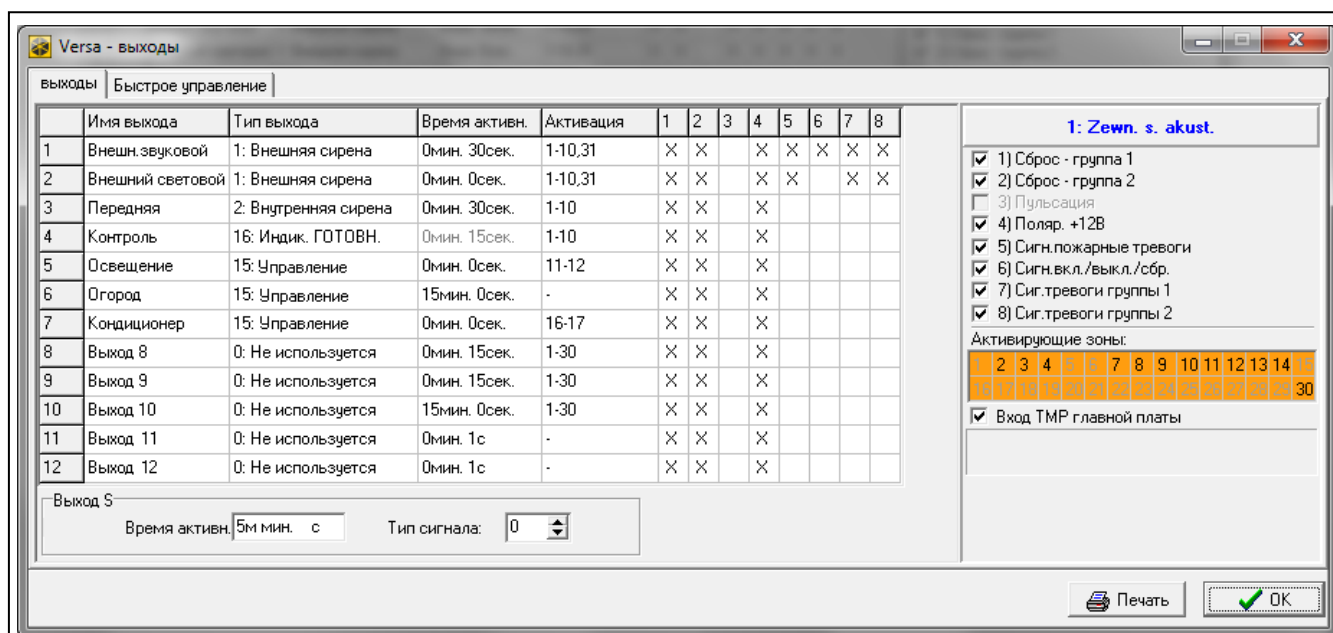

Рис. 10. Программа DLOADX: окно «Versa – Выходы».
- программы DLOADX: окно «Versa – Выходы» (рис. 10).